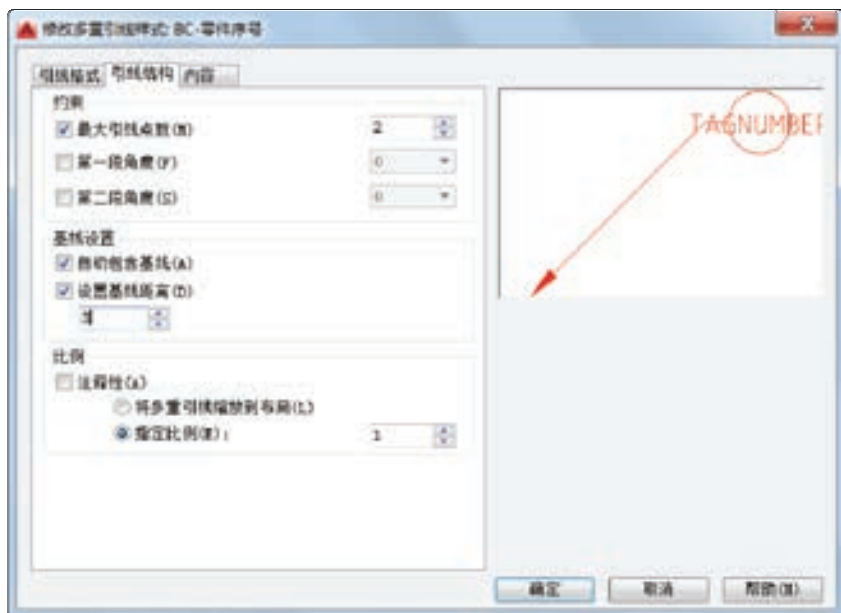

图 5-59 设置引线结构
5) 切换到“引线结构”选项卡，设置引线结构的“约束”“基线设置”和“比例”选项，如图 5-59 所示。